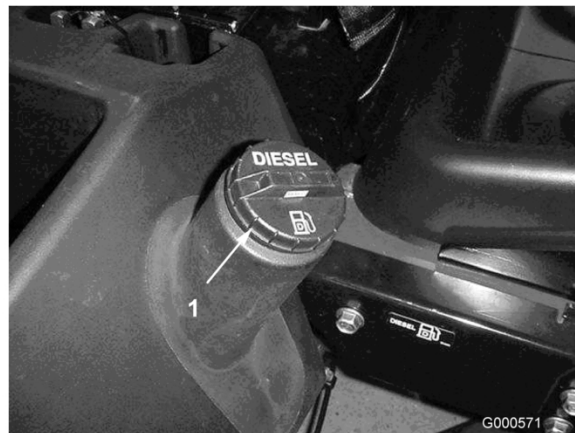

Figura 13
1. Retire a tampa do depósito de combustível (Figura 13).